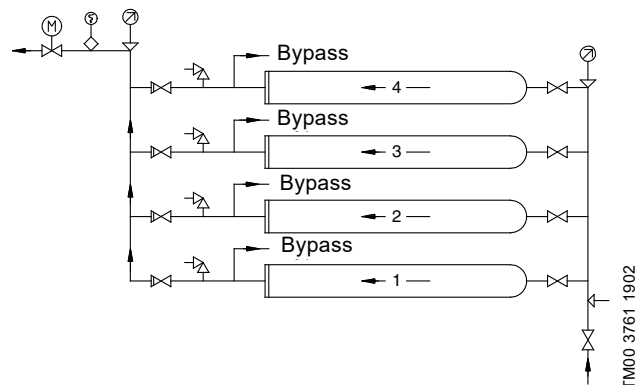

Fig. 7 Sistema de pressurização com quatro módulos ligados em paralelo, montados um sobre o outro
Os módulos de pressurização da Grundfos são fornecidos de série sem válvula de retenção integrada. Contudo, a válvula de retenção pode ser incorporada a pedido. Consulte a fig. 7.
- Para módulos ligados em paralelo, montados um sobre o outro, recomendamos ligar as tubagens conforme indicado na fig. 7. Esta disposição assegura que os módulos são abastecidos com água antes do arranque.